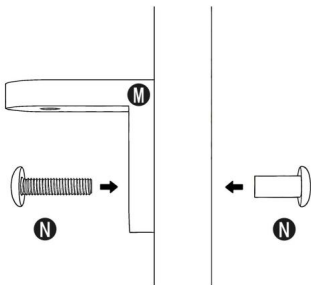

Abbildung 1
• Abbildung 1 zeigt die Regale nicht auf derselben Ebene, und Abbildung 2 zeigt die Regale auf derselben Ebene installiert.